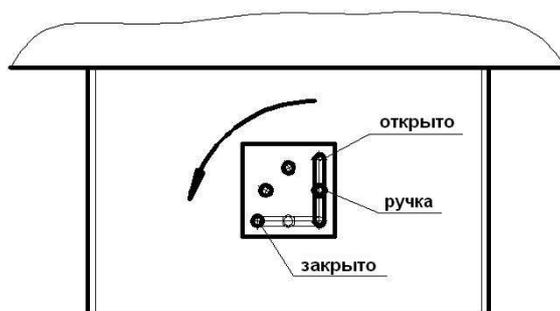

Рисунок 5. Регулировка положения шибера
8.2.7. При оборудовании котла регулятором тяги Regulus RT3 регулирование температуры воды производится с помощью шибера (рис.5) и регулятора тяги. Для увеличения температуры необходимо открыть шибер и установить ручку управления регулятора на отметку более высокой температуры, для уменьшения - полностью или частично закрыть шибер и установить ручку управления регулятора на отметку более низкой температуры.